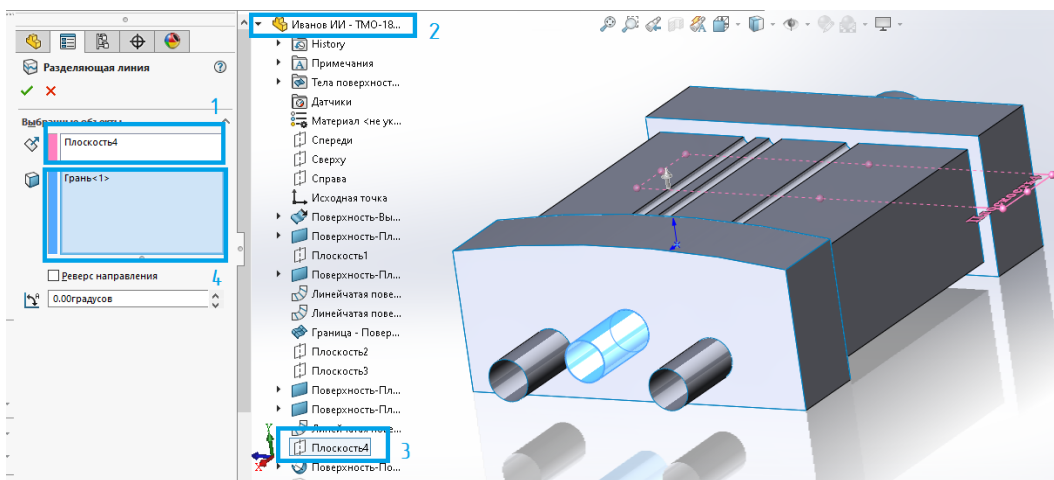

Рис. 23. Разделение грани
24.2. Выбираем раздел под цифрой (1), раскрываем дерево построения (2), нажимаем ЛКМ на необходимую плоскость (3) и задаем грань, которую необходимо разделить выбранной плоскостью (рис. 23).